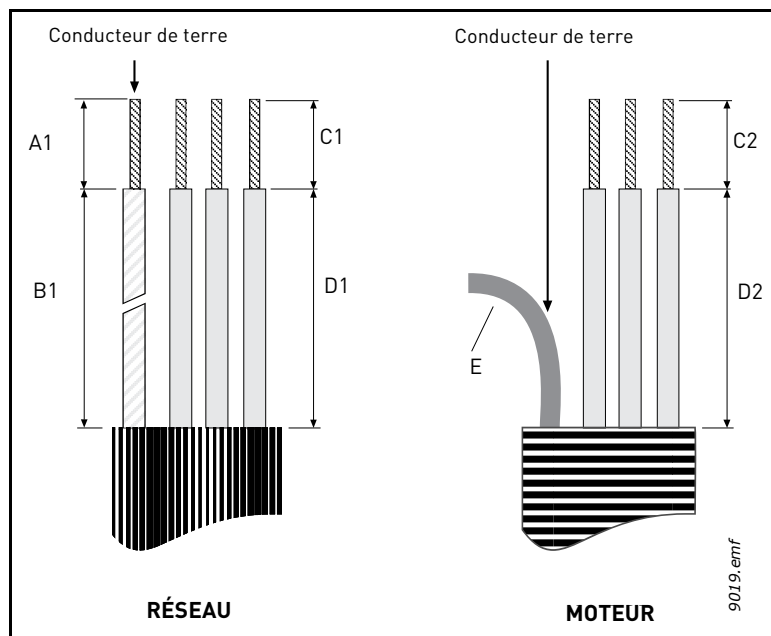
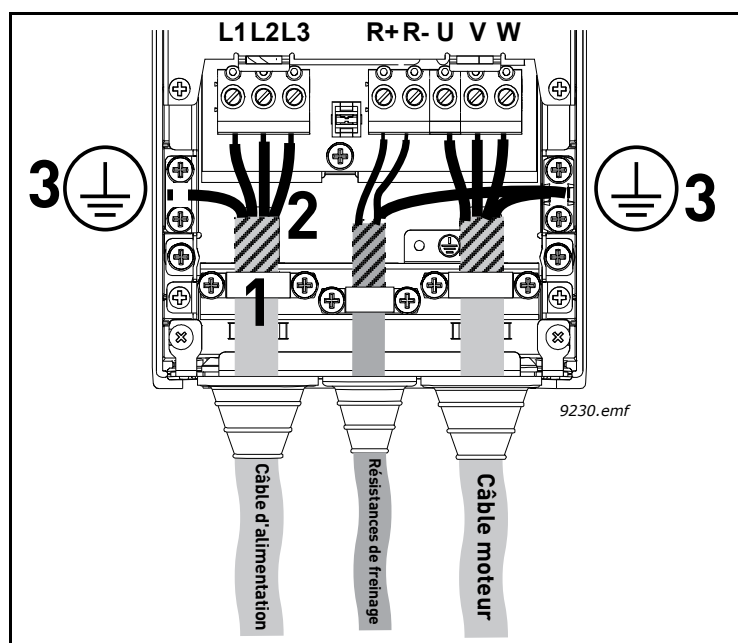

Figure 25. Dénudage des câbles
Figure 32. Raccordement des câbles
Branchez les câbles dénudés (voir Figure 25 et Tableau 16) comme illustré à la Figure 32.
- Dénudez le blindage des trois câbles afin de permettre une connexion à 360° avec le collier (1).
- Raccordez les conducteurs (phase) des câbles d'alimentation, de frein et de moteur à leurs terminaux respectifs (2).
- Torsadez le reste du blindage des trois câbles pour les raccorder à la terre avec les colliers, comme illustré en (3) (Figure 32). Assurez-vous que les torsades sont **juste assez longues** pour atteindre le bornier et y être raccordées – mais pas plus longues.